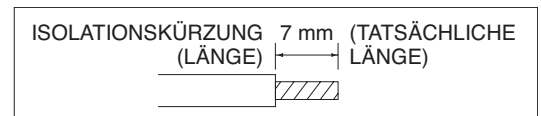

Abb. 26
- (1) Trennen Sie das Kabel mit einem Seitenschneider ab und entfernen Sie die Isolierung, um die Kabelader um ca. 7 mm freizulegen. Beachten Sie das Etikett neben der Klemmenplatte (Abb. 26).
- (2) Lockern Sie die Klemmschraube mit einem Schraubendreher an der Klemmenplatte.
- (3) Führen Sie den Draht ein und ziehen Sie danach die Schraube mit dem Schraubendreher wieder gut fest.